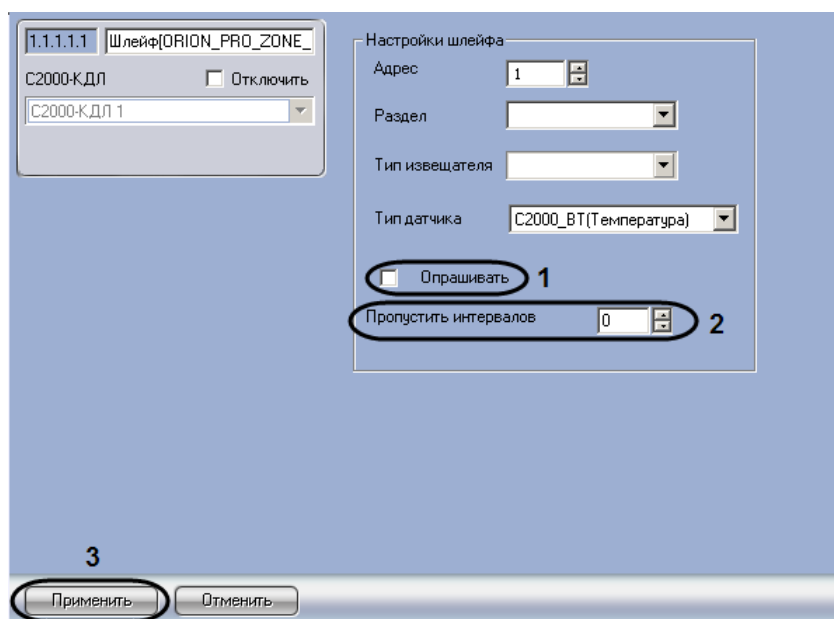

Рис. 3.3—11 Настройка опроса шлейфа контроллера *С2000-КДЛ*
- 4.2. В случае, если данный датчик не требуется опрашивать, необходимо снять флажок **Опрашивать** (Рис. 3.3—11, 1). В противном случае данный флажок должен быть установлен.
- 4.3. В случае, если датчик должен опрашиваться с большим интервалом, чем заданный в п.2, необходимо ввести в поле **Пропустить интервалов** число запросов при опросе, которое требуется пропустить (см. Рис. 3.3—11, 2).